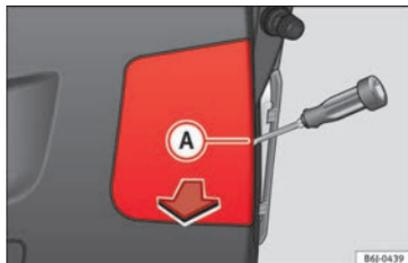

Fig. 113 Luci sul portellone.
- Rimuovere la copertura con un cacciavite dalla punta piatta collocato nella scanalatura indicata **(A)** » » fig. 113.